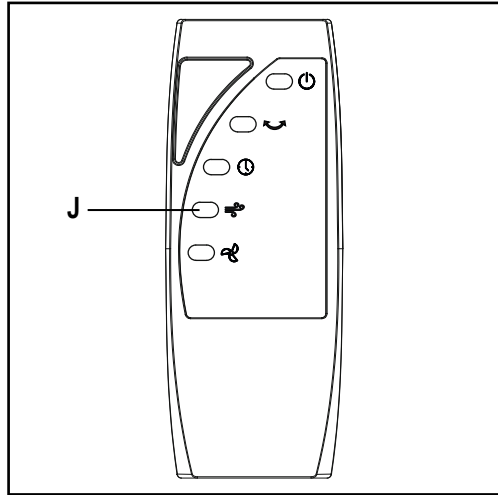

Fig. 3
- A velocidade de rotação da hélice é regulada pressionando repetidamente a tecla (X) no comando ou no painel de comandos. Os leds (Z) na parte dianteira do ventilador acender-se-ão.
- Desligue o ventilador pressionando a tecla “ON/OFF” (K) no comando ou no painel de comandos. Pressionando a tecla “ON/OFF” automaticamente são apagadas todas as definições feitas e o ventilador é reiniciado.
- Para acionar e interromper a oscilação da cabeça do ventilador, pressione a tecla (R) no comando ou no painel de comandos. O led (U) na parte dianteira do ventilador acender-se-á.
- Para definir o tempo de funcionamento (de 0,5 a 7,5 horas), pressione repetidamente a tecla (Y) 10 vezes até se acenderem os leds “4H” e “1H”; para definir um tempo de funcionamento de 7,5 horas, pressione a tecla (Y) 15 vezes até se acenderem os leds “4H”, “2H”, “1H” e “0.5H”.
- É possível escolher outras duas modalidades de ventilação: “Natural” (S) ou “Sleep” (T), além daquela normal, pressionando repetidamente a tecla (J) no comando (Fig.3). O led na parte dianteira do ventilador acender-se-á (S-T). A função “Natural” reproduz o vento natural com velocidade não constante durante o ciclo de ventilação. Com a função noturna “Sleep”, a velocidade do ar irá reduzir a cada 30 minutos para níveis mais baixos até que o seja desligado ou o timer desativado.
- Para as duas modalidades, é possível seleccionar o nível de funcionamento (“Low”, “Middle”, “High”) pela tecla (X) no comando ou no painel de comandos, pressionando-a repetidamente com o ventilador em funcionamento.
- Após a utilização, desligue o aparelho pressionando a tecla “ON/OFF” (K) no painel de comandos ou no comando, e retire a ficha da tomada.
| G As van de motor                                     | P Afstandsbediening (Afb. 3)      |
- Schakel de ventilator in met de toets “ON/OFF” (K) op het bedieningspaneel of op de afstandsbediening.
- Het waarschuwingslampje (V) op de voorkant van de ventilator begint te branden.
- U regelt de snelheid van de ventilator door diverse keren de toets (X) op de afstandsbediening of op het bedieningspaneel in te drukken. De waarschuwinglampjes (Z) vooraan op de ventilator beginnen te branden.
- Schakel de ventilator uit met de toets “ON/OFF” (K) op de afstandsbediening of op het bedieningspaneel. Met de toets “ON/OFF” verwijdert u automatisch alle instellingen en wordt de ventilator gereset.
- Om de draaibewegingen van de ventilatorkop in te schakelen of te onderbreken, drukt u op de toets (R) op de afstandsbediening of op het bedieningspaneel. Het waarschuwingslampje (U) vooraan op de ventilator beginnen te branden.
- Om de werkingstijd in te stellen (van 0,5 tot 7,5 uren), drukt u herhaaldelijk de toets (Y) in op de afstandsbediening of op het bedieningspaneel totdat de bijbehorende waarschuwinglampjes van de ingestelde tijdspanne vooraan op de ventilator beginnen te branden.
- Om bijvoorbeeld een werkingstijd van 5 uren in te stellen, drukt u de toets (Y) 10 keer in totdat de lampjes “4H” en “1H” branden; terwijl u om een werkingstijd van 7,5 uren in te stellen, de toets (Y) 15 keer moet indrukken totdat de lampjes “4H”, “2H”, “1H” en “0.5H” gaan branden.
- U kunt naast de normale modus voor de ventilator kiezen tussen “Natural” (S) en “Sleep” (T) door herhaaldelijk de toets (J) op de afstandsbediening (Afb.3) in te drukken. Het bijbehorende waarschuwingslampje vooraan op de ventilator beginnen te branden.
- Voor beide werkwijzen kunt u de snelheden (“Low”, “Middle”, “High”) kiezen met de toets (X) op de afstandsbediening of op het bedieningspaneel. Druk hiervoor de toets herhaaldelijk in terwijl de ventilator draait.
- Als u de ventilator niet meer gebruikt, schakelt u het apparaat uit met de toets “ON/OFF” (K) op het bedieningspaneel of op de afstandsbediening, waarna u de stekker uit het stopcontact haalt.
- For at starte eller afbryde ventilatorhovedets svingning, skal man trykke knappen (R) på fjernbetjeningen eller på kontrolpanelet. Den dertil bestemte kontrollampe (U) på ventilatorens forside lyser.
- For at indstille funktionstiden (fra 0,5 til 7,5 timer), skal man gentagne gange trykke tasten (Y) 10 gange, indtil kontrollamperne "4H" og "1H" lyser; mens det, for at indstille en funktionstid på 7,5 timer er tilstrækkeligt at trykke tasten (Y) 15 gange, indtil kontrollamperne "4H", "2H", "1H" og "0.5H" lyser.
- MAN kan vælge endnu to ventilationsmodaliteter, nemlig "Natural" (S) eller "Sleep" (T), udover den normale, ved gentagne gange at trykke tasten (J) på fjernbetjeningen (Fig.3). Den dertil hørende kontrollampe på ventilatorens forside vil lyse (S-T). Funktionen "Natural" giver naturlig vind med en ikke konstant hastighed under ventilationscyklussen.
| G Motorakse                               | P Fjernbetjening (Fig. 3)                   |